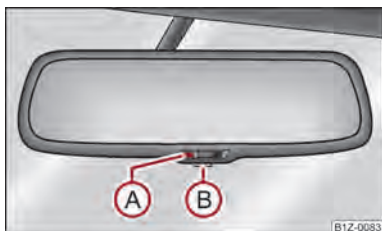

Fig. 40 Oglinda interioară cu efect heliomat automat
- Apăsați tasta **B** ⇒ fig. 40, lampa de control **A** se aprinde.